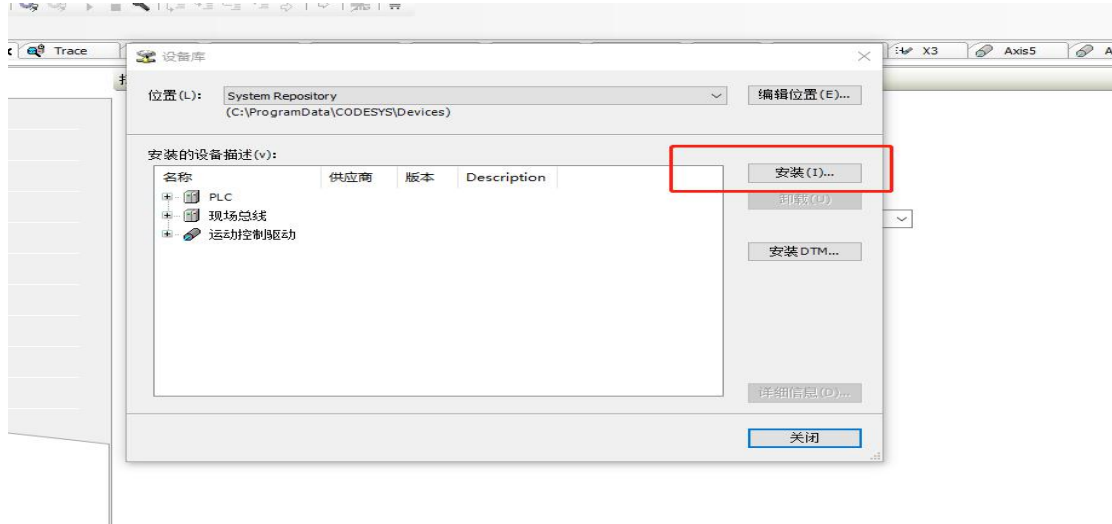
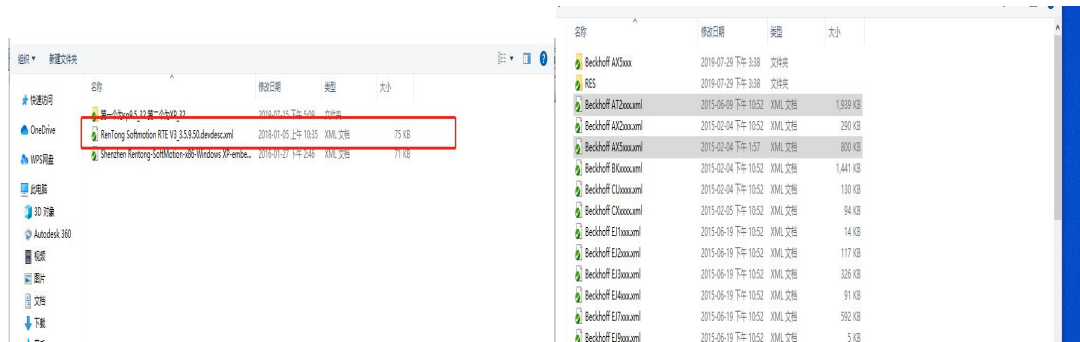

图 2-6-8 CodeSys 工程添加设备库 2
图 2-6-9 CodeSys 工程添加设备库 3
7、打开的对话框如图 2-6-8 所示，点击“安装”，在弹出的对话框如图 2-6-9 所示中选择硬件和 RTE 的设备描述文件；